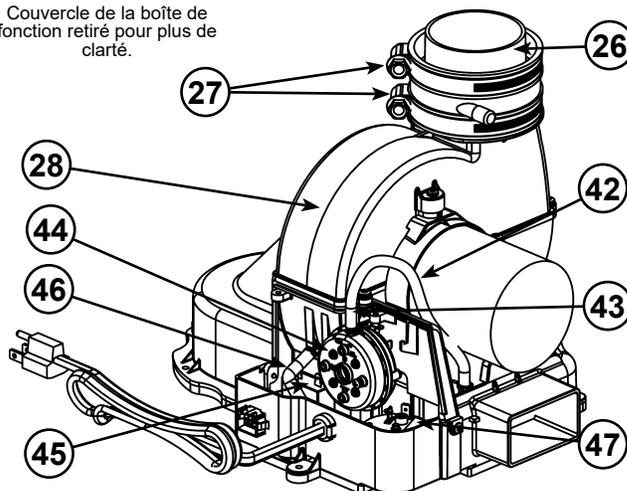

Figure 54.
- 26 ***Accouplement en caoutchouc (voir Figure 5) (voir aussi Figure 54)
- 27 Collier de serrage (voir Figure 5) (voir aussi Figure 54)
- 28 ***Soufflerie et cordon d'alimentation (voir Figure 5) (voir aussi Figure 54)
- 42 Tube d'air (apport) (voir Figure 5) (voir aussi Figure 54)
- 43 Limiteur de température, soufflerie (voir Figure 5) (voir Figure 54)
- 44 Pressostat apport d'air (NF) (dans boîtier) (voir Figure 5) (voir aussi Figure 54)
- 45 Condensateur (voir Figure 5) (voir aussi Figure 54)
- 46 Tube d'air (évacuation) (voir Figure 5) (voir aussi Figure 54)
- 47 Pressostat évacuation (NO) (dans boîtier) (voir Figure 5) (voir aussi Figure 54)